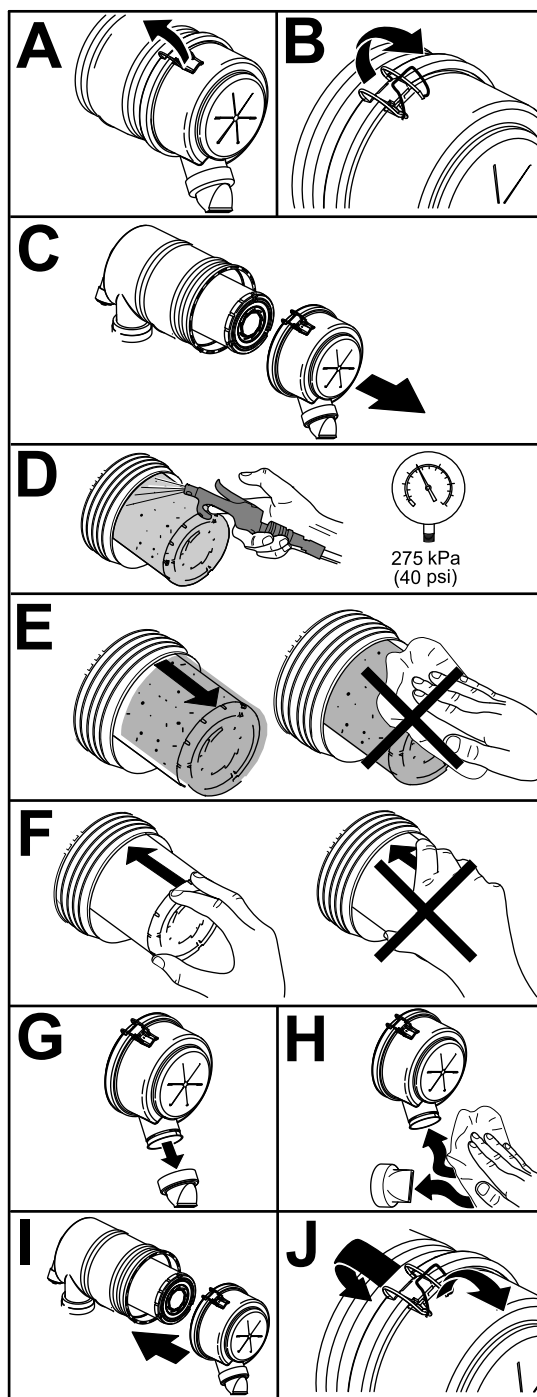

Figura 69
1. Cambie el limpiador de aire (Figura 69).